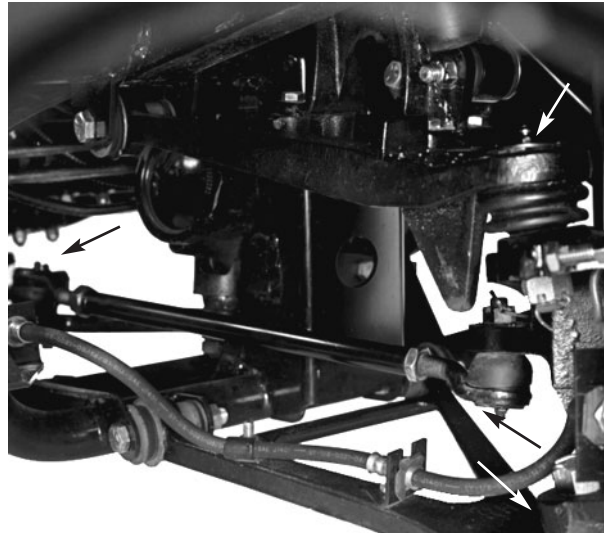

Figure 26
Emplacements et nombre de graisseurs : Embouts de biellettes (4) (Fig. 26), rotules avant (4) (Fig. 26), arbres d'entraînement arrière (18) (Fig. 27), bagues de pivots avant (2) (Fig. 28), arbre de transmission intermédiaire – 4RM seulement (3) (Fig. 29), pivots de pédales (4) (Fig. 30), arbre de direction (1) (Fig. 31) et bras d'accélérateur (1) (Fig. 32).